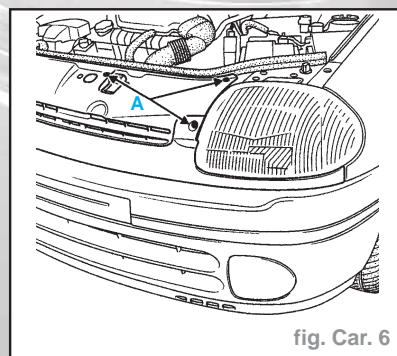

fig. Car. 6
- Déposer les vis de fixation (A) (fig. Car. 6).